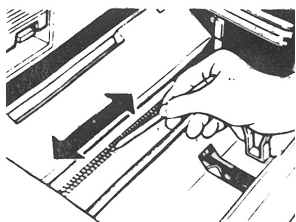

图 5-41 清洁热敏打印头
④ 按下列程序清洁热敏打印头, 如图 5-41 所示。
(5) 清洁曝光灯。